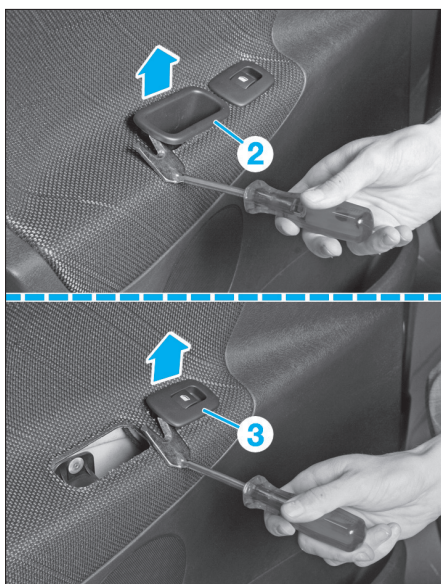

Fig. 66
- A l'aide d'un outil de dégrafage, décliper la poignée (2), puis la commande de vitre électrique (3) (Fig.66).